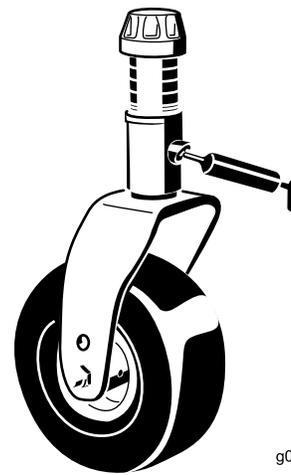

Bild 49
- Eine Laufradgabel-Wellenbüchse (Bild 49)